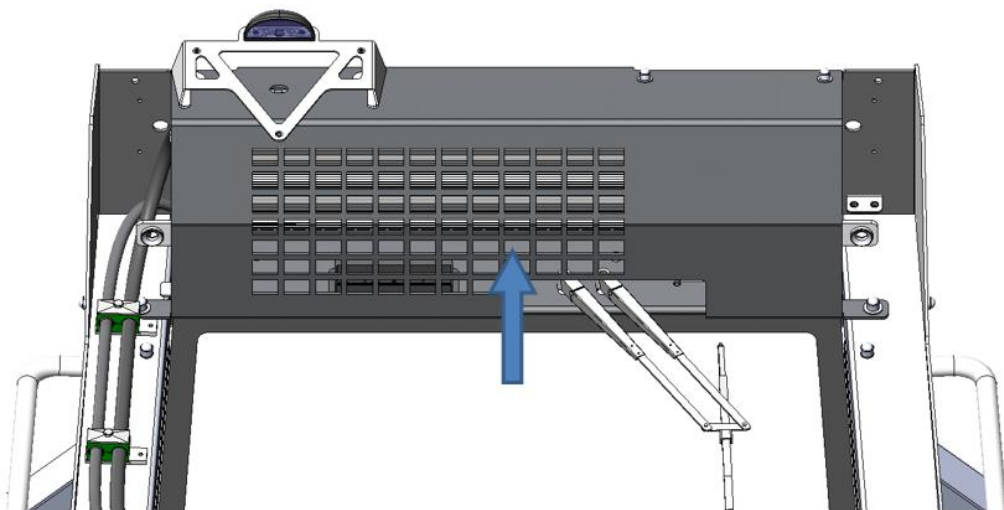

Рисунок 3.156. Конденсор системы кондиционирования воздуха
- ▶ Осмотрите конденсор на наличие загрязнений, см. рис. 3.156.
- ▶ При обнаружении загрязнений очистите конденсор сжатым воздухом в направлении стрелки снизу вверх, см. рис. 3.156.